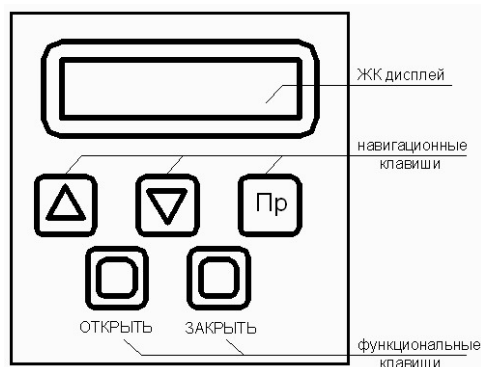

Рисунок 2 – Панель оператора
3.3 Панель оператора имеет собственные органы управления и предназначена для программирования и отображения режимов работы и значений параметров устройства на встроенном ЖКИ (см. рисунок 2).